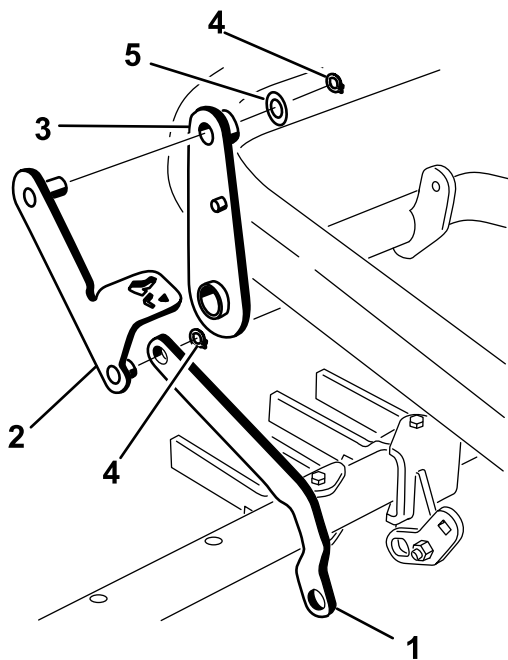

图 15
3. 将机具架连杆的末端滑到踏杆总成的短立柱上用卡环固定图 15。
- 穿过控制杆总成的顶部将立柱安装到踏杆总成的另一端并使用垫圈 7/8 英寸和卡环将其固定如图 15。